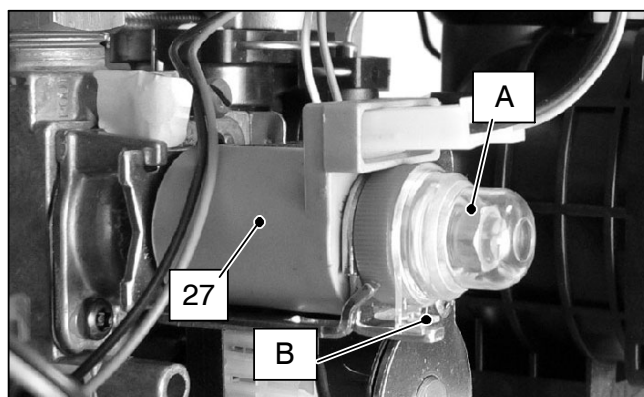

fig. 7.2
- 7 Rimuovere il cappuccio di protezione "A" dell'operatore modulante 27 in fig. 7.2 ruotandolo in senso orario per liberarlo dal fermo "B" e facendo leva con un cacciavite piatto nella scanalatura.
- 13 Rimontare il cappuccio di protezione "A" fig. 7.2